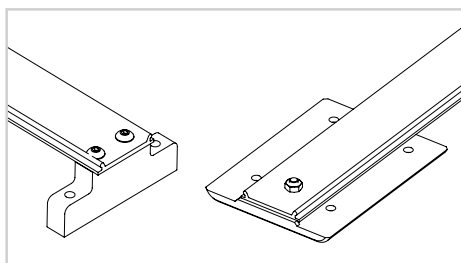

Fig. 6
- 5) Retirer les vis et les écrous qui fixent la bande aux plaques d'extrémité (Fig.6).